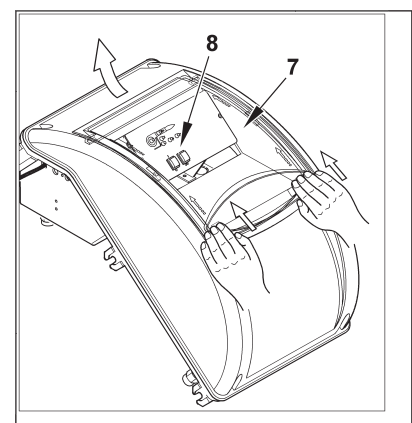

Рисунок 4
- 4) Для закрытия крышки электрического щита, закрутите 4 винта (1), используя момент затягивания, равный приблизительно 5 Нм, для обеспечения правильного уплотнения. Теперь можно получить доступ к панели управления (8), отцепив прозрачное окошко (7) лёгким надавливанием руки в направлении стрелок, как указано на рис. 4. Подождите, пока окошко немного продвинется, после чего отделите его от крышки.
- 5) Для правильного расположения прозрачного окошка на щите поступайте в соответствии с рисунком 5: поместите крюки в соответствующие гнёзда (9), продвиньте окошко в направлении, указанном стрелкой, пока не услышите лёгкий щелчок. Теперь обеспечено должное уплотнение.